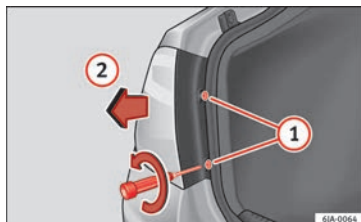

Fig. 98 Desmontar a unidade de luz traseira na lateral.
- Com a chave de fendas de dotação ou uma chave Torx 20 (T20) desaperte (girando para a esquerda) e retire os dois parafusos de fixação da zona frontal do farolim » **Fig. 98 1**, tendo cuidado para não os perder.
- Puxe a unidade da luz traseira para trás (» **Fig. 98 2**) até extrair o farolim do seu alojamento.